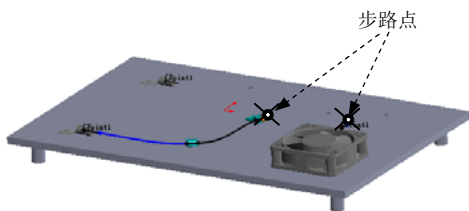

图 11.8.46 步路点
Step2. 选取步路点。选取图 11.8.46 所示的 2 个点作为步路点。